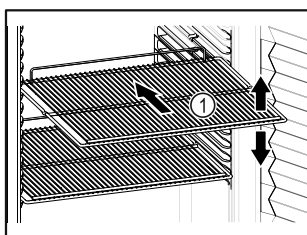

Fig. 48 Примерное изображение
- ❑ Если имеются решетчатые полки Fig. 48 (1), отрегулируйте высоту их установки.